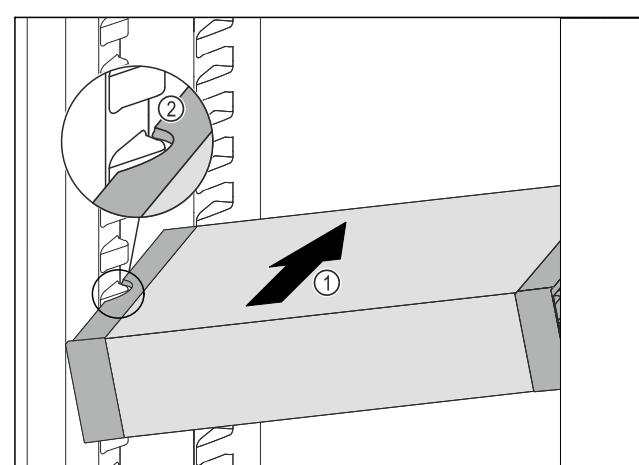

Fig. 87
- VarioSafe zasúvajte šikmo do chladničky Fig. 87 (1), kym sa bočné vybrania Fig. 87 (2) VarioSafe nebudú nachádzať vo výške rebra nádoby v chladničke.